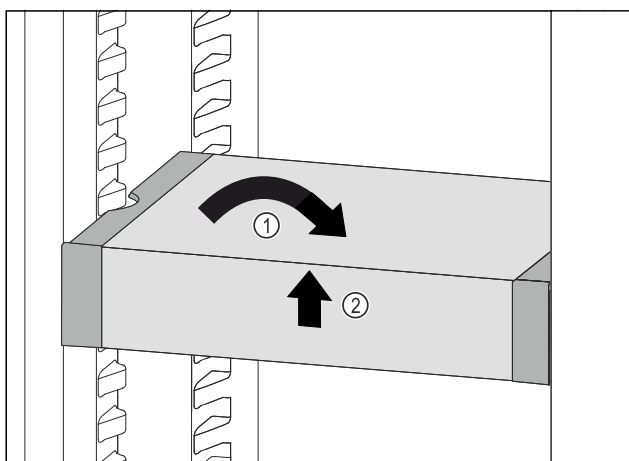

Fig. 113
- Ställ VarioSafe rakt. Fig. 113 (1)
- Lyft VarioSafe framåt. Fig. 113 (2)